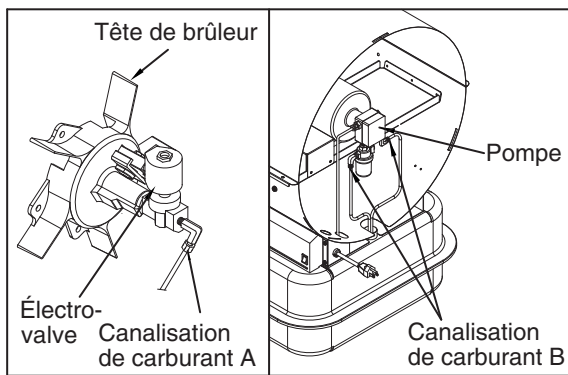

Figure 12. Serrer la canalisation de combustible
- Déposer la protection du ventilateur (voir la Figure 12).
- Utiliser une clé de 3/8 po et serrer la canalisation de carburant (B) au niveau de la pompe et de son filtre à carburant.